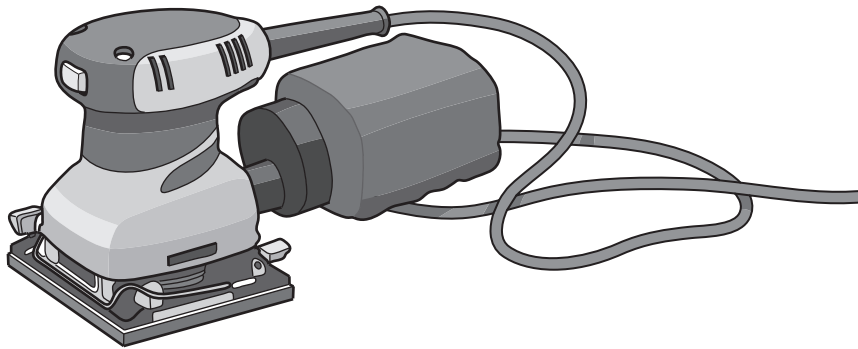

Fig. 13.3
- (d) Fig. 13.3 shows a palm sander.